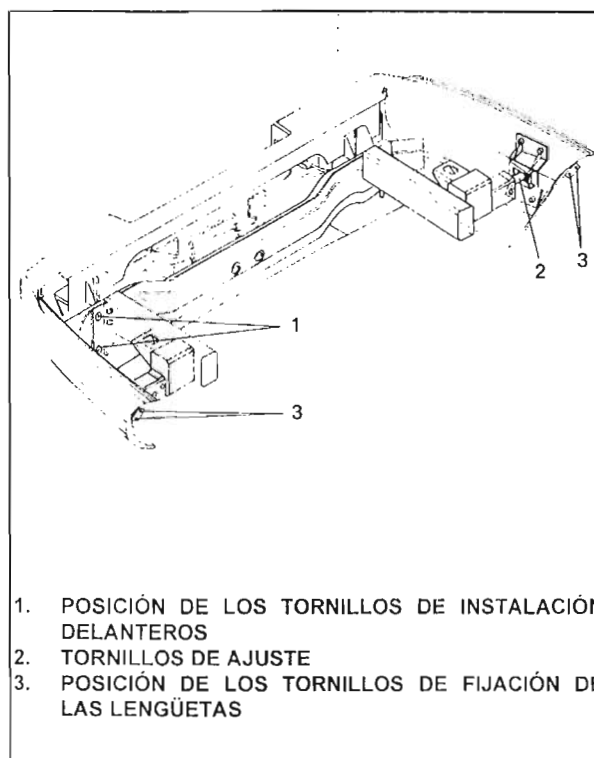

Fig. 22.
15. RETIRADA/ INSTALACIÓN DEL PARACHOQUES TRASERO (Fig.22)